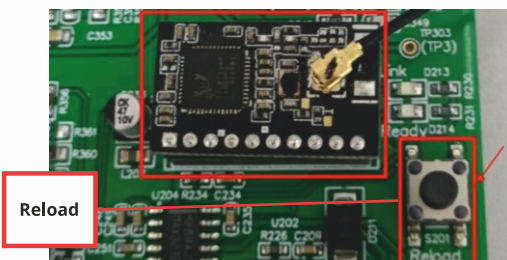
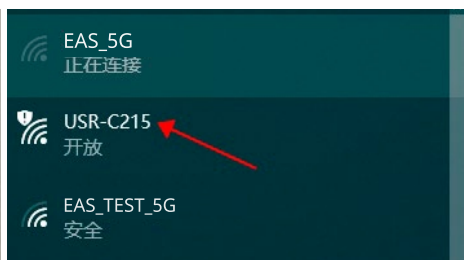

Рисунок 1-6
Рисунок 1-7
2. Сбросьте модуль C215 до заводских настроек: когда плата включена, нажмите кнопку «Reload» (рис. 1-6) на 5-8 секунд. Индикатор «готов/ready» погаснет, а затем снова загорится. В это время модуль C215 будет передавать сигнал Wi-Fi с именем «USR-C215», и ПК получит этот сигнал, как показано на рис. 1-7. Если ПК не смог найти этот сигнал WiFi, повторите описанные выше шаги сброса.